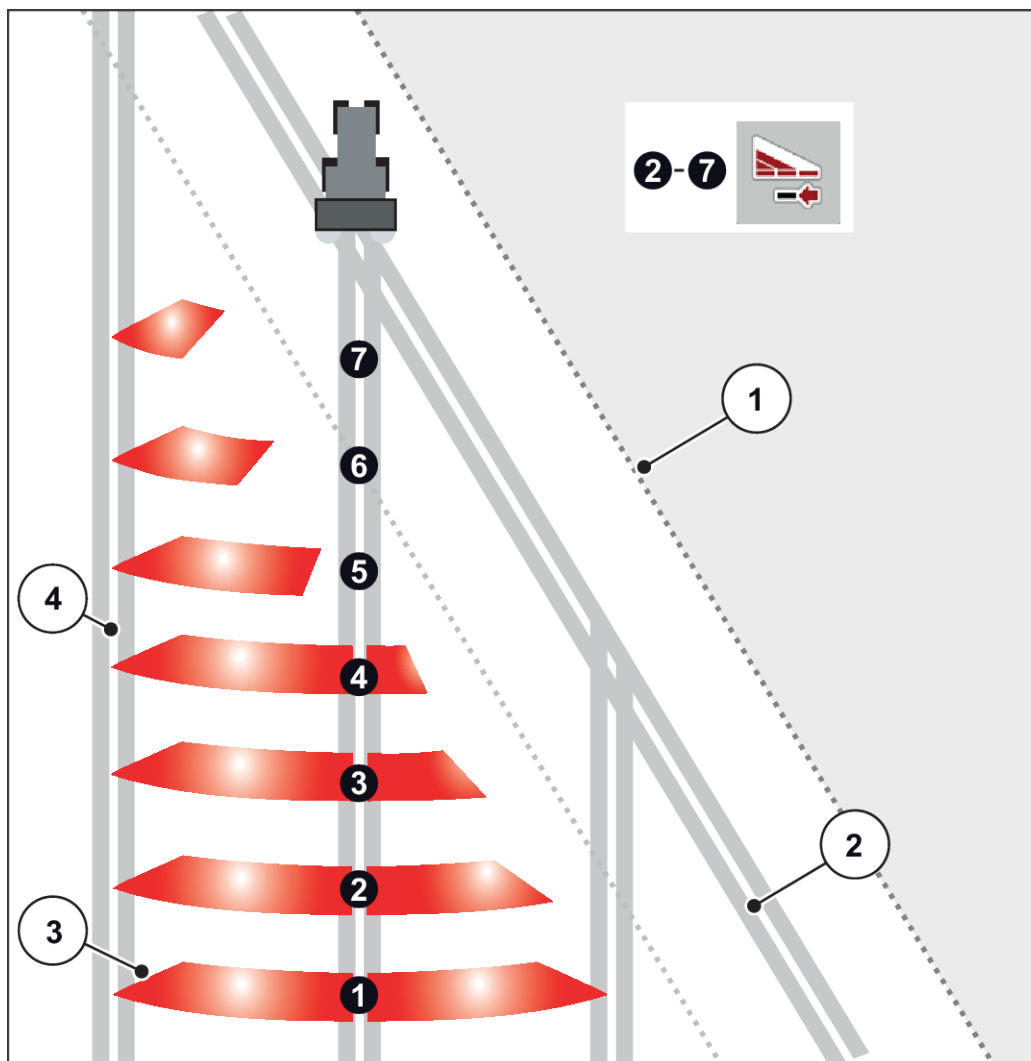

Рис. 46: Автоматическое переключение секций штанги
- Переключение секций рабочей ширины можно осуществлять снаружи вовнутрь или изнутри наружу. См. Рис. 46 Автоматическое переключение секций штанги.